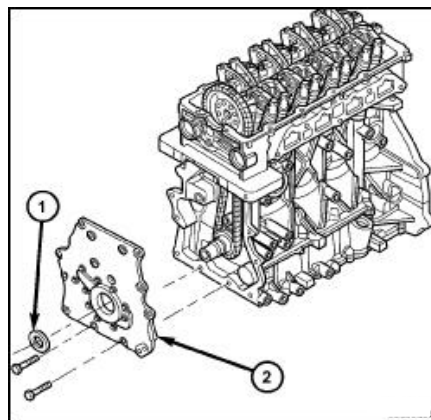

图. 13 正时链条盖
- (5) 举升车辆。
- (6) 拆卸右前车轮。
- (7) 拆卸驱动皮带护板。
- (8) 拆卸驱动皮带。
- (9) 拆卸曲轴减振器。
- (10) 拆卸驱动皮带张紧器。
- (11) 拆卸驱动皮带中间轮。
- (12) 拆卸空气压缩机的安装螺栓。
- (13) 拆卸动力转向油泵/水泵支架螺栓。
- (14) 拆卸正时链轮盖螺栓。
- (15) 拆卸正时链轮盖(图. 13)。